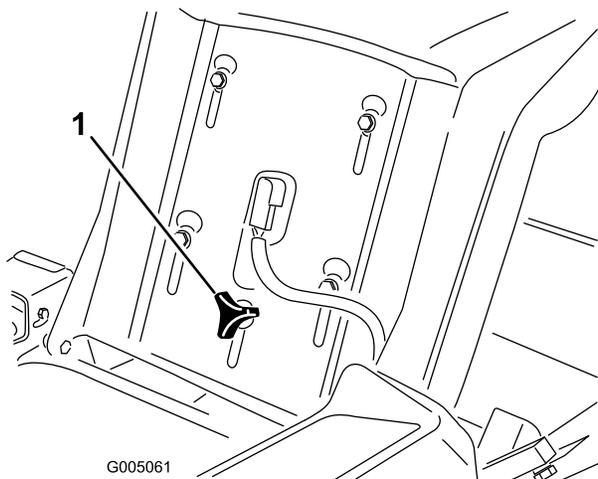

Figura 21
1. Alzate il sedile e allentate la manopola di regolazione appena a sufficienza per poter muovere il sedile (Figura 21).